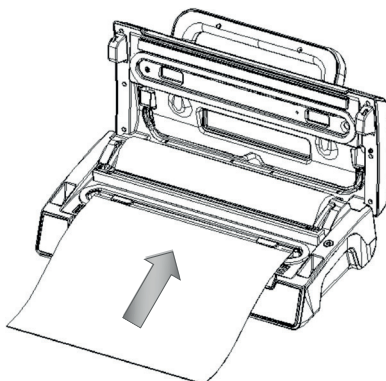

Fig. 5
5. Ta ena änden av påsen och lägg på förseglingsdelen. (Fig.5)